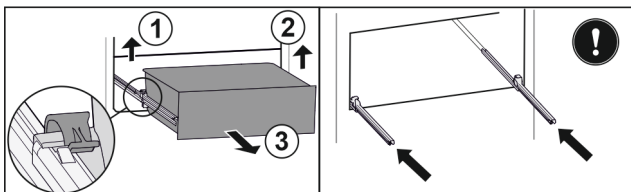

Fig. 126
- ▶ Ridicați clema din stânga și trageți concomitent sertarul din stânga spre înainte. Fig. 126 (1)
- ▶ Ridicați clema din dreapta și trageți concomitent sertarul din dreapta spre înainte. Fig. 126 (2)
- ▶ Extrageți sertarul spre înainte. Fig. 126 (3)